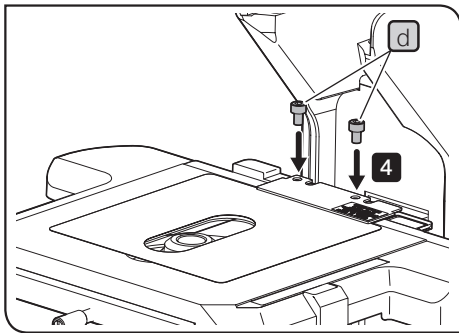

Fig. 53
9 Ligar o cabo de alimentação (fig. 53 a 55)
(fig. 53 a 55)
Operação com o adaptador AC (fig. 53)
- 1 Insira o conector **a** do cabo de alimentação com firmeza no conector de entrada **b** do adaptador AC (fig. 53).